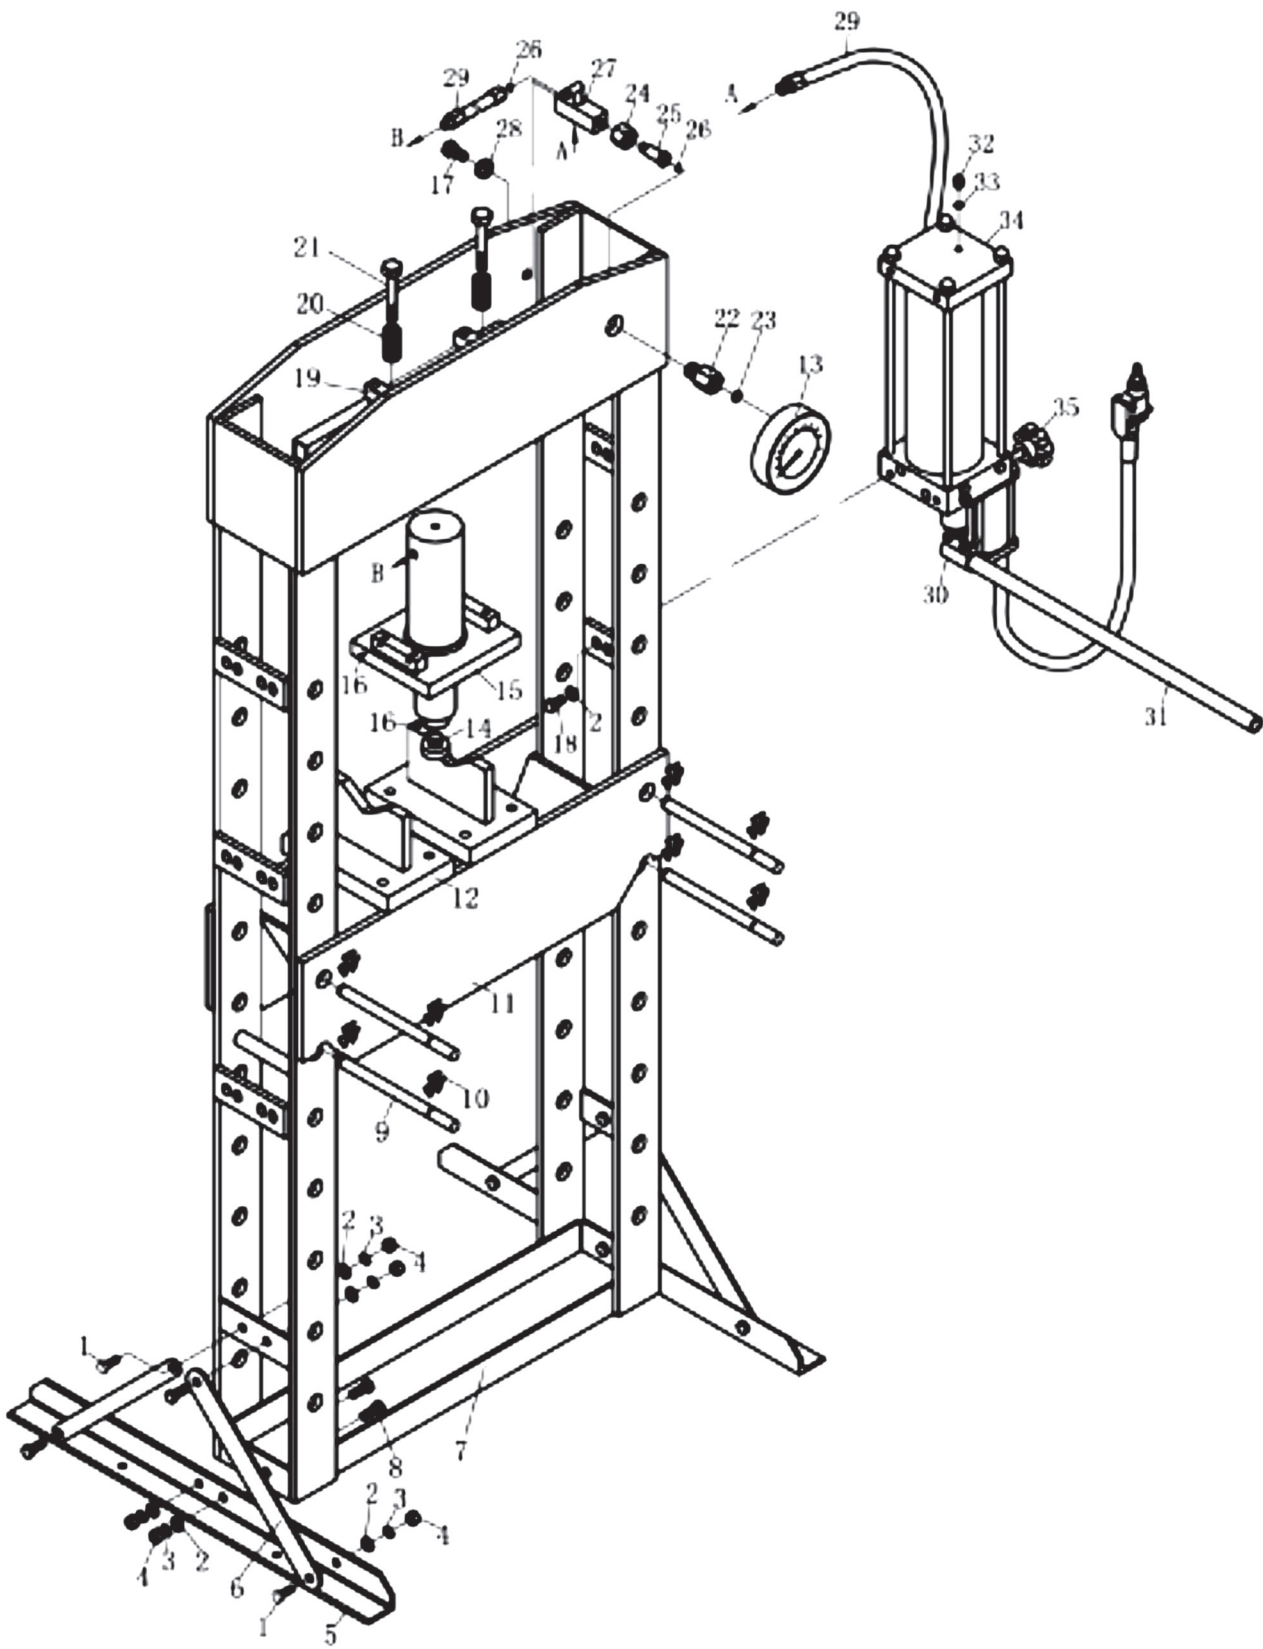

Рис. 4.
Используйте подетальные схемы в качестве руководства по сборке. Перед началом сборки разложите перед собой все необходимые детали и инструменты. Рекомендуется проводить сборку пресса в следующем порядке (см. рис. 4):
Удаление воздуха из гидравлической системы вручную: создайте давление в цилиндре, затем откройте вентиль спускного клапана (35, рис. 4), поворачивая его против часовой стрелки. Прокачайте несколько раз, чтоб удалить весь воздух из системы.
1. Расположите призму (12, рис. 4) на столе пресса, затем положите заготовку на призму.
2. Накрепко закройте вентиль спускного клапана (35, рис. 4) поворачиванием по часовой стрелке.
4. Проверьте уровень гидравлического масла, отвинтите сапунный клапан (32, рис. 4) сверху резервуара и, если масла недостаточно, залейте высококачественное гидравлическое масло для гидравлических цилиндров, затем закройте сапунный клапан и удалите воздух из гидравлического контура как описано в пункте 1 главы "Перед первым использованием".